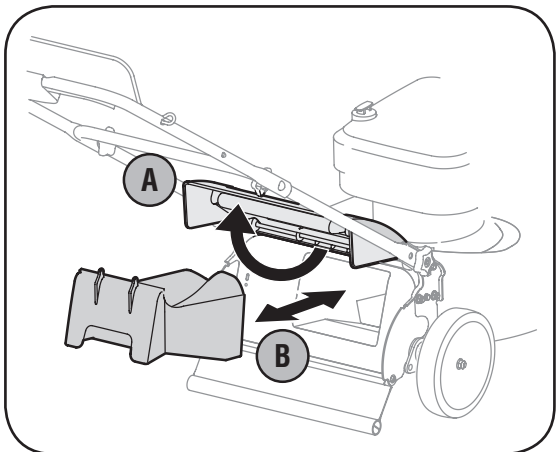

Figura 3-5: La tolva de abono
6. Antes de acoplar el colector de césped, la tolva de abono debe extraerse, Figura 3-5.
- b. Inserte la tolva de abono como se muestra en la Figura 3-5 y libere la puerta posterior de descarga.